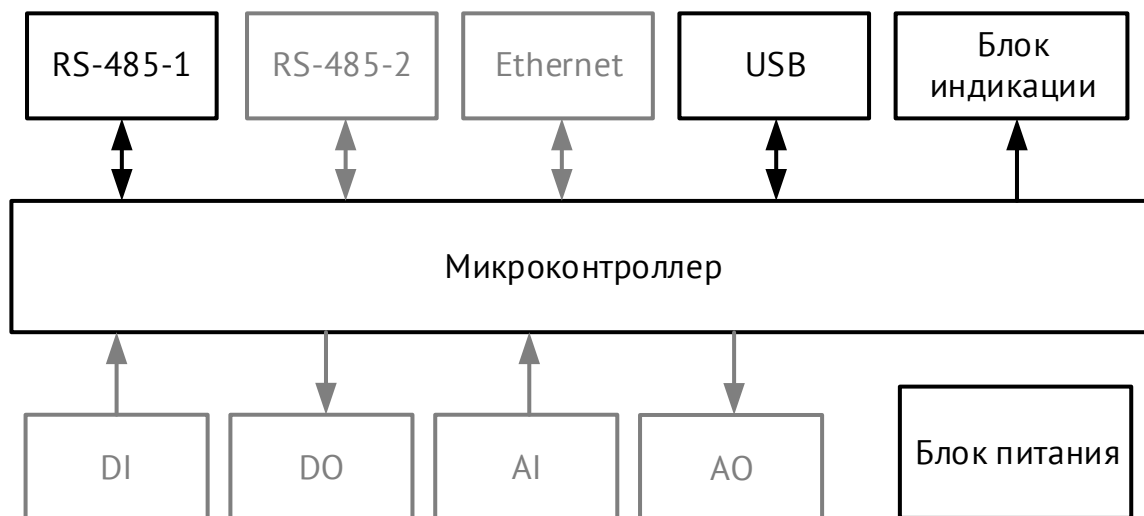

Рисунок 3.1. Структурная схема ЭНМВ-1. Серым обозначены блоки, наличие которых зависит от модификации устройства
3.1.1 Общая структурная схема представлена на рис. 3.1